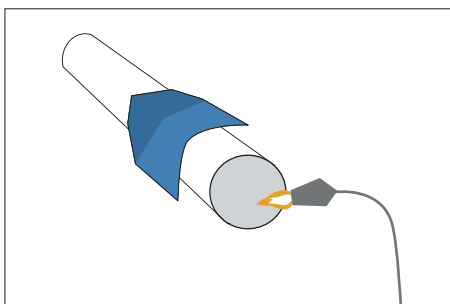

Abb. 22
**Achtung: Um Brüche der Schindeln während Verlegung der Schindeln bei Umgebungstemperaturen tiefer als  $-6^{\circ}\text{C}$  zu vermeiden, wird empfohlen, die First-/Traufenschindeln auf einem vorgeheizten Rohr mit Durchmesser von 10 cm zu biegen (Abb. 22).**